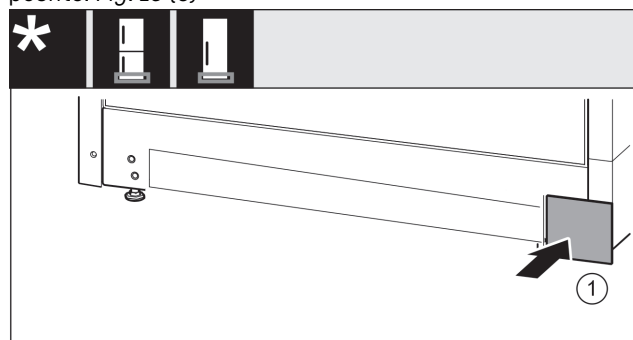

Fig. 17
- ▶ Vendosni sërish në vend kapakun mbulues në anën tjetër. Fig. 17 (1)